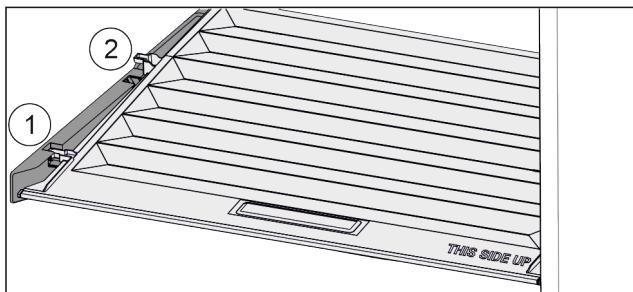

Fig. 117
- Издърпайте напред Fig. 117 (1) капака до отвора в задържащите части.
- Повдигнете го отзад отдолу и отстранете Fig. 117 (2) нагоре.